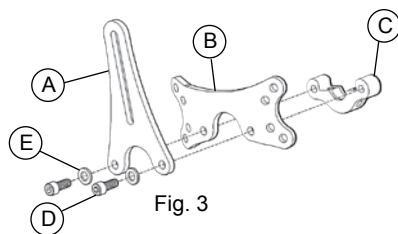

Fig. 3
3. Voir Fig. 3. Revissez les pièces ensemble (Fig. 3, A), (Fig. 3, B) et (Fig. 3, C) en utilisant les boulons (Fig. 3, D) et les rondelles (Fig. 3, E) et assurez-vous de bien les réassembler dans l'ordre indiqué. Resserrez bien.